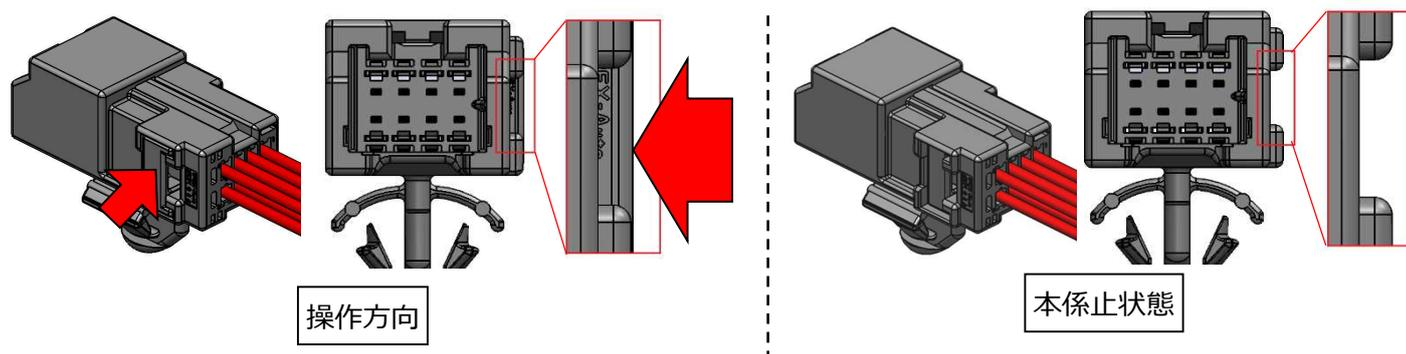

図 33 リテーナ係止状態
- ② オス端子挿入作業が完了した後、オスハウジングに対して垂直にリテーナを図 33 の様にカチッと音がするまで押し込んでください。
③ オスリテーナがオスハウジング側面から飛び出していないことを確認して下さい。